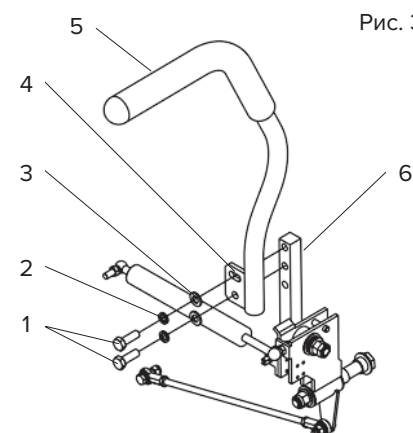

Рис. 36
1. Выверните два болта, крепящие рычаг управления к стойке кронштейна рычага управления (рис. 36).
2. Ослабьте нижний болт настолько, чтобы наклонить рычаг управления вперед или назад (Рис. 36). Затяните оба болта, чтобы закрепить рычаг управления движением в новом положении.